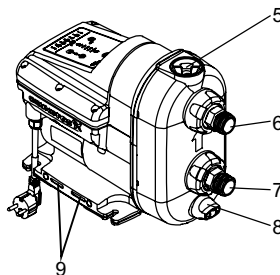

Рис. 19 Установка SCALA2
5. Медленно открутите и снимите пробку с заливочного отверстия. См. рис. 19 (поз. 5).
6. Снимите пробку сливного отверстия и опорожните SCALA2. См. рис. 19 (поз. 8).
7. Открутите накидную гайку, фиксирующую входное соединение. См. рис. 19 (поз. 7) и рис. 20. В зависимости от типа SCALA2 может потребоваться демонтировать всасывающие и напорные трубопроводы.
5. Медленно открутите и снимите пробку заливочного отверстия. См. рис. 19 (поз. 5).